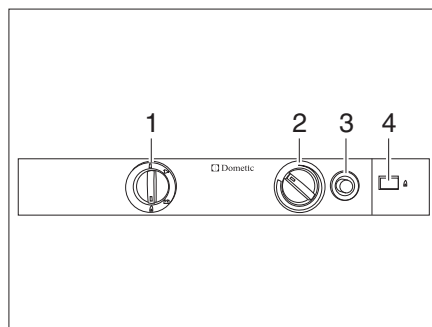

Bild 234 Bedienelemente für den Kühlschrank (Dometic 8er-Reihe)
- Energie-Wahlschalter (Bild 234,1) auf "🔥" stellen.
- Drehregler (Bild 234,2) drücken, auf höchste Stufe drehen und gedrückt halten. Warten, bis Gas zum Brenner strömt.
- Gaszündknopf (Bild 234,3) drücken und gedrückt halten. Die Zündung erfolgt automatisch.
- Gaszündknopf (Bild 234,3) gedrückt halten, bis der Flammenanzeiger (Bild 234,4) grün wird, dann loslassen.
- Drehregler (Bild 234,2) noch 10 bis 15 Sekunden gedrückt halten, dann loslassen.
- Energie-Wahlschalter (Bild 234,1) auf "⏻" stellen.
- Kühltemperatur mit dem Drehregler (Bild 234,3) einstellen.